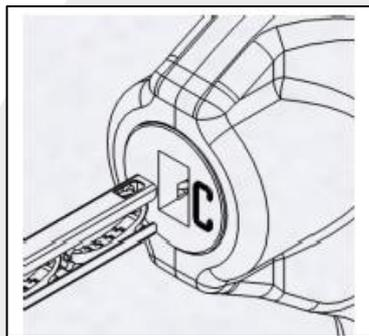

Figura 2 - Direção da marca "C" no aplicador
- Segure o cartucho naturalmente e insira-o na alça do aplicador pela parte de trás sem puxar o gatilho. A Figura 2 indica a direção de inserção do cartucho, que deve ser consistente com a direção de abertura do “C” na extremidade da alça.